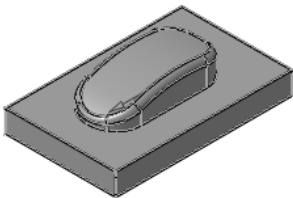

图 3-12 定义目标加工零件（1）
4) 定义目标加工零件（1）。单击 Design part for simulation 按钮，系统自动隐藏“Part Operation”对话框，在图形区选择打开的实体模型作为目标加工零件，如图 3-12 所示，然后双击空白处返回“Part Operation”对话框。